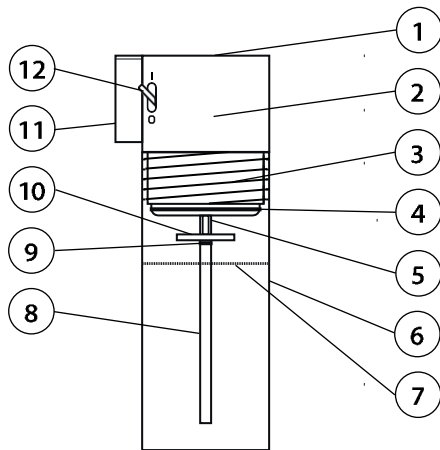

Bild 1: Aufbau der SAFE BOTTLE
- Stecken Sie den Steigschlauch auf die „Olive“ (► **Bild 1: Aufbau der SAFE BOTTLE, Pos. 5**)